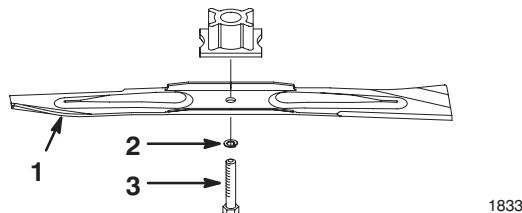

Figure 23
2. Enlevez le boulon de lame, la rondelle-frein et la lame (Fig. 23).